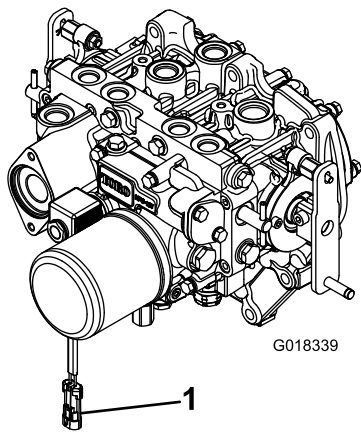

图3
2. 为防止 PTO 离合器意外接合应将线束电气接头从 PTO 电磁阀电线接头处断开 图3。
8. 在驱动轴的另一端连接到附件齿轮箱轴上之后应将线束电气接头连接至 PTO 电磁阀电线接头图3。